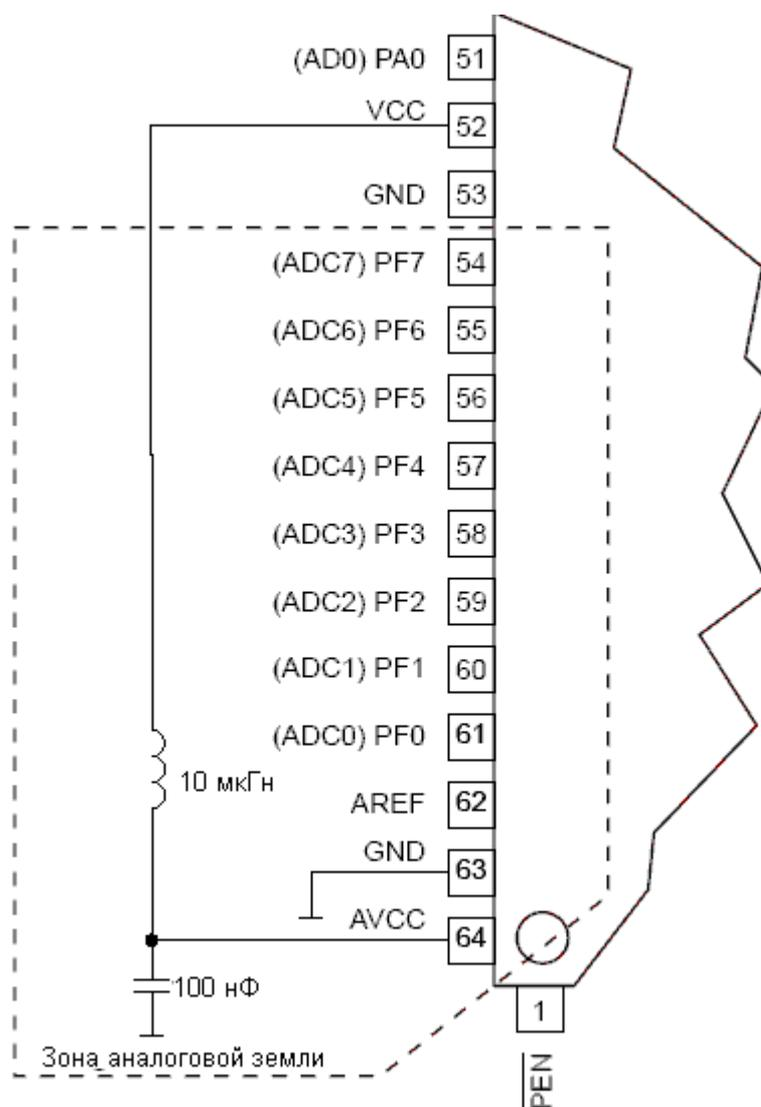

Рисунок 114 – Подключение питания АЦП
2. Вывод AVCC необходимо связать с цифровым питанием VCC через LC-цепь в соответствии с рис. 114.